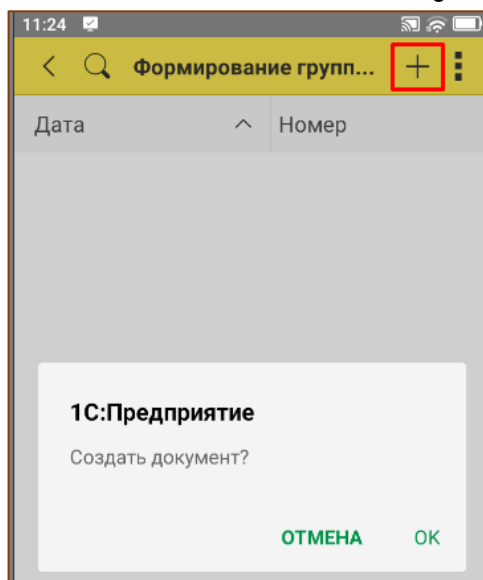

Рис. 8.4 – Создание документа в ММ
- Создать документ можно по соответствующей кнопке (Рис. 8.4).